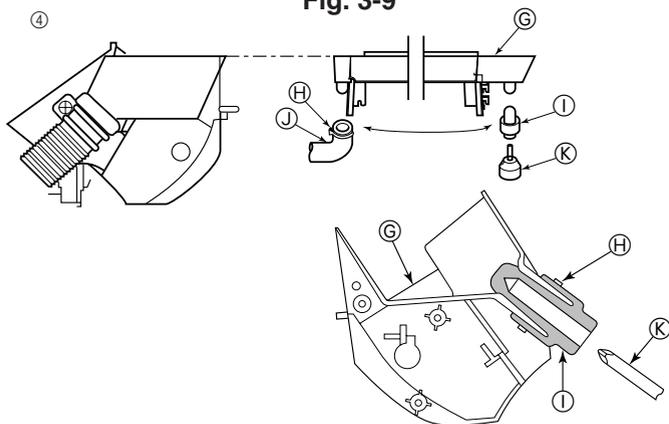

Fig. 3-10
- ④ Dräneringsslangen kan anslutas på två olika platser. Välj det bekvämaste läget och, om möjligt, byt platser för dräneringstråget och gummipluggen med dräneringsslangen. (Fig. 3-10)